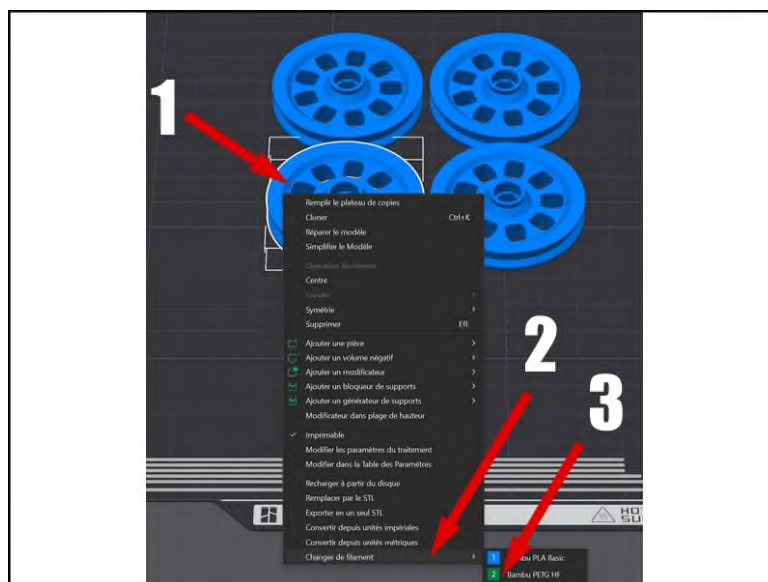

FIGURE 38 – Sélectionner un filament de l'AMS.
Cliquez ensuite sur le bouton droit de la souris (1) et tout en bas du menu (2), vous pouvez changer le type de filament (3) (voir Figure 38).